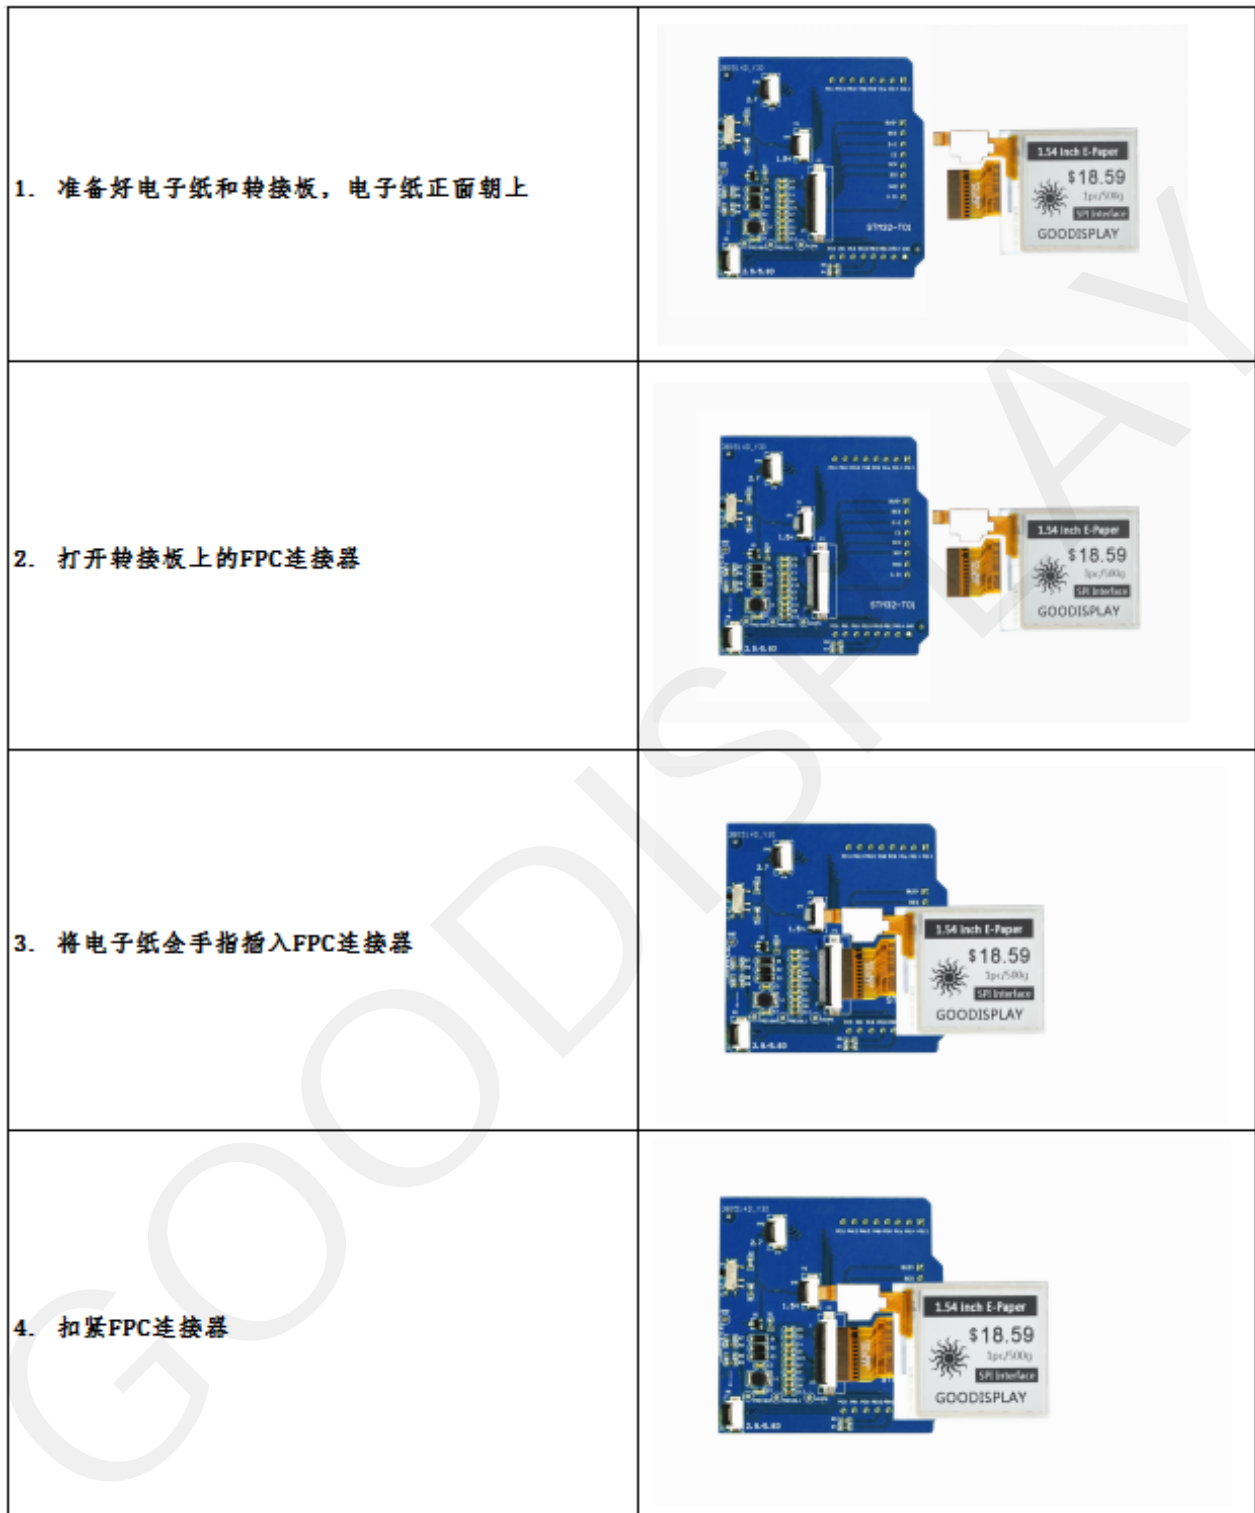

图 5 电子纸与转接板连接方式
2) 将电子纸 FPC 金手指朝上以图5所示方式对插到转接板的P1连接器。